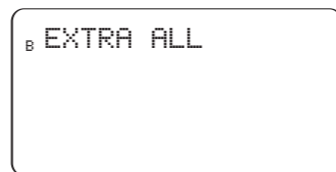

Figura 18:
- Continuare a premere il tasto **NEXT** (Avanti) fino a visualizzare il messaggio "B EXTRA ALL" (Irrigazione aggiuntiva per B) [Vedere la Figura 18]